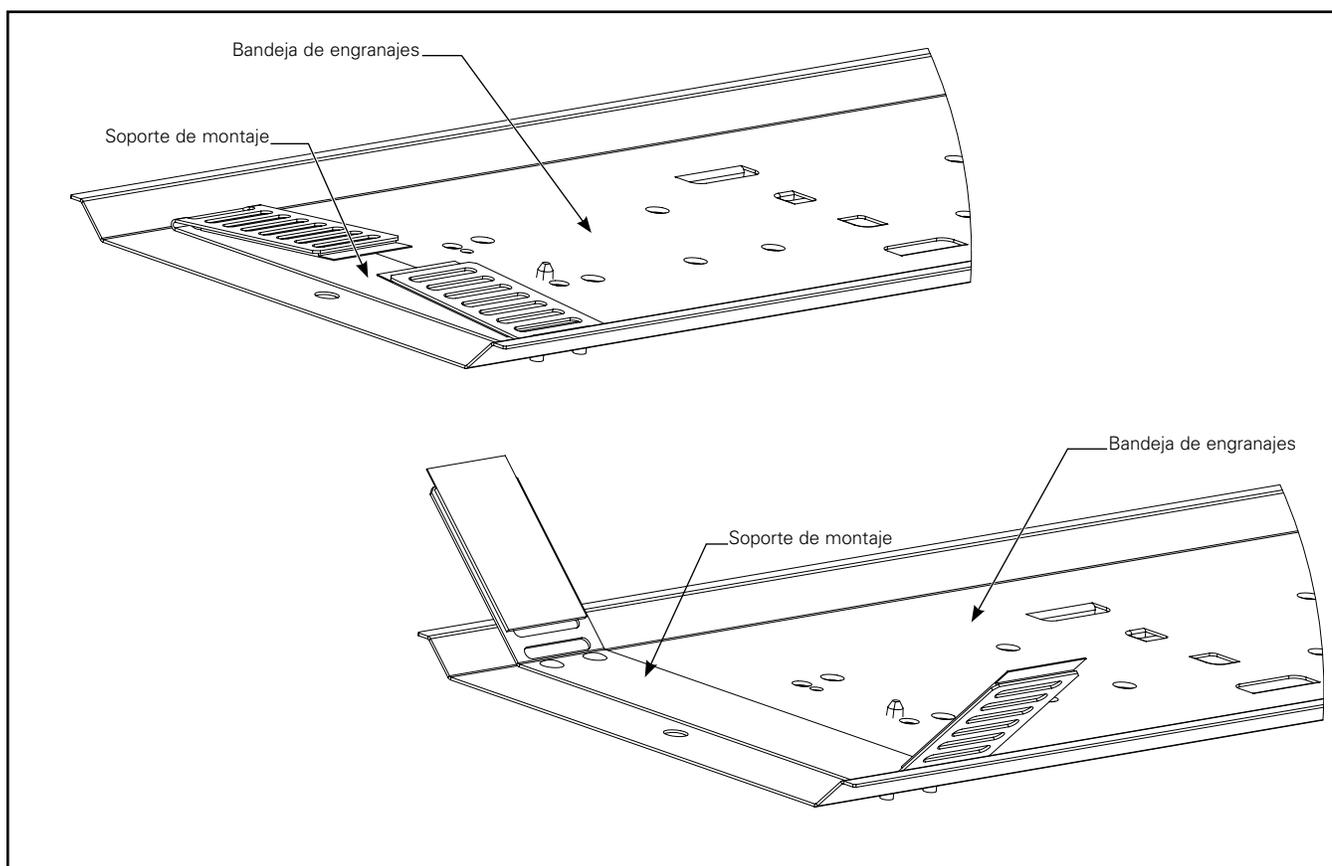

Figura 1.
1. Los soportes de montaje vienen en una posición plegada de fábrica, doble los soportes de montaje a aproximadamente 75 grados para la instalación. (Figura 1.)